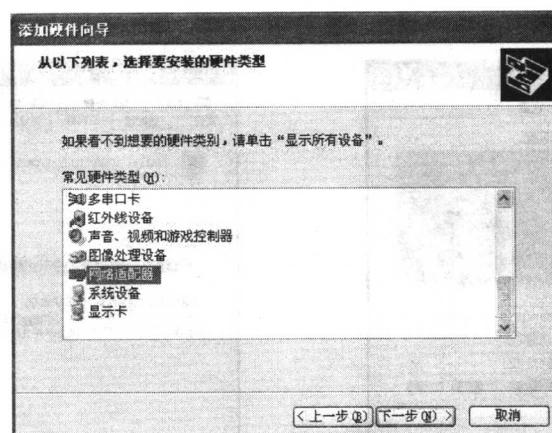

图 1-10 “添加硬件向导”对话框
(3) 从中选择“安装我手动从列表选择的硬件”单选按钮，单击“下一步”按钮，如图 1-10 所示。